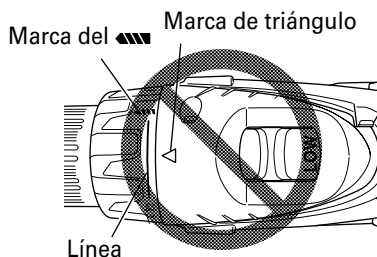

Fig. 10
- Evite usar la unidad con el número del dial del embrague entre "22" y la línea provista en el medio de la marca del taladro "◀▶". Si lo hiciese, se podrían producir daños (Consulte la Fig. 10).